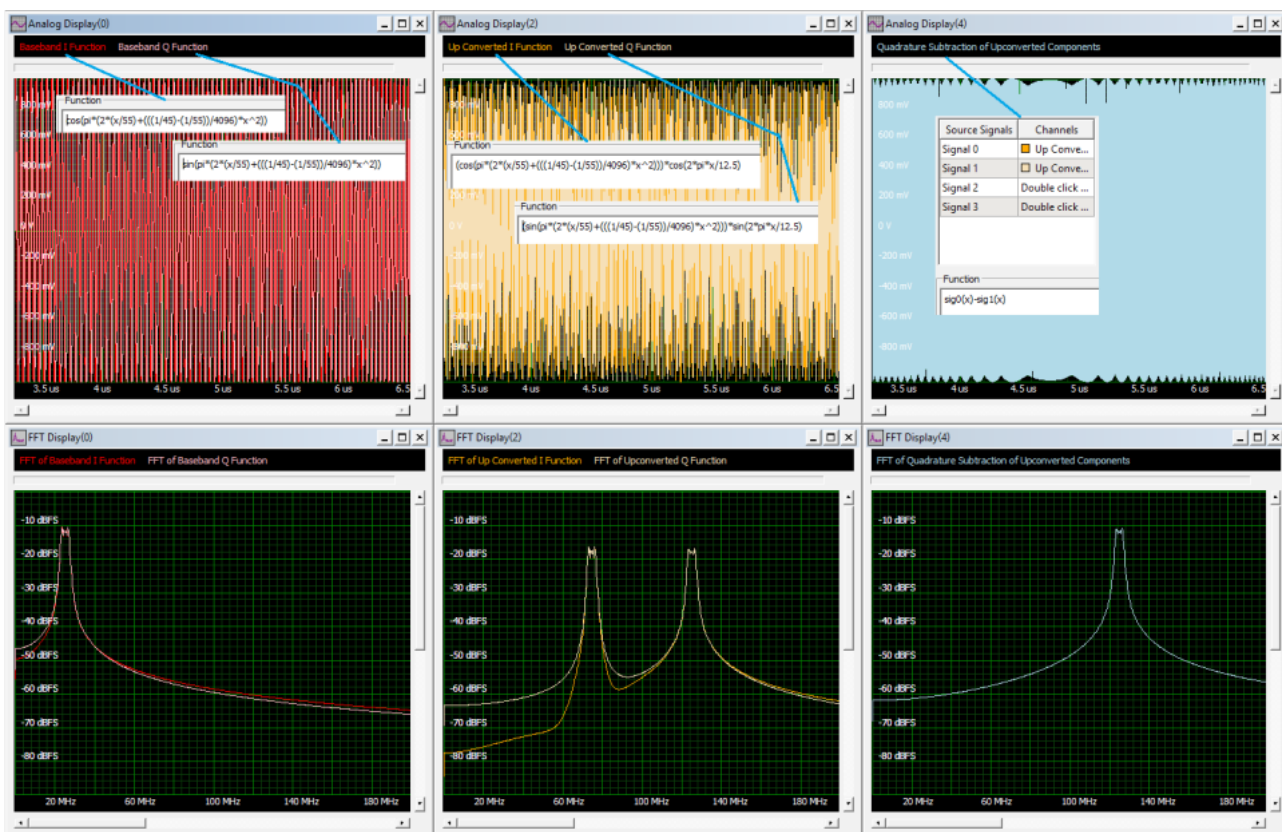

Figure 6 直交信号処理を使用して、中間周波数で「チャープ」波形を生成する
AWG (D/A ボード) は、通信テスト用にさまざまな変調タイプを生成することもできます。線形周波数掃引正弦波を使用した周波数応答テストの例で示したように、振幅、位相、および周波数変調を生成できます。Figure 6 に示す例をご覧ください。ここでは、直交信号技術を使用して、中間周波数 (IF) で「チャープ」波形を生成しています。チャープは、通常レーダーシステムで使用する周波数変調信号です。最初の例で行ったように簡単にプログラムできますが、そ